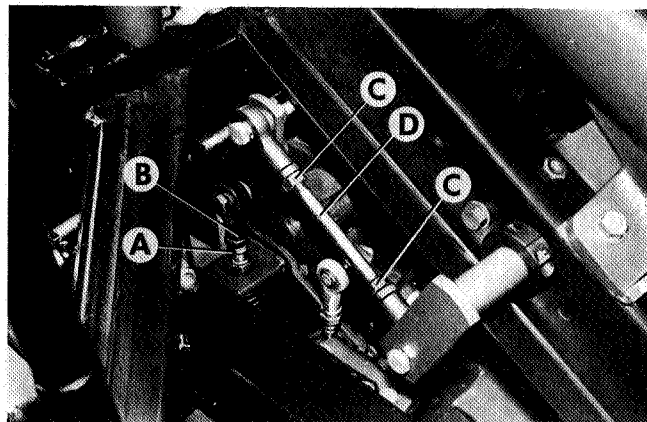

Abb.54
TRANSMISSION NEUTRAL RETURN (Figs.54 & 55)
2. Release the locknut (A Fig.54) at the rod end (B Fig.54) and turn the rod (A Fig.55) clockwise into the rod end if the wheels creep forward or anti-clockwise out of the rod end if the wheels creep backwards.
3. With the lever (C Fig.56) in the rearward position (transport) the footpedal should be resting on the lever to prevent the machine travelling in reverse. If this does not occur then a further adjustment should be made to the pedal linkage (Fig.54)
4. Release locknuts (C) and turn rod (D) (See Fig.54) until pedal rest on lever.
5. Re-tighten locknuts (C) after adjusting.
GETRIEBELEERLAUFSTELLUNG (Abb.54 & 55)
2. Gegenmutter (A Abb.54) am Stangenende (B Abb.54) lösen und die Stange (A Abb.55) bei Vorwärtsbewegung der Räder im Uhrzeigersinn in das Stangenende und bei Rückwärtsbewegung der Räder gegen den Uhrzeigersinn aus dem Stangenende heraus drehen. Gegenmutter (A) nach der Einstellung wieder festziehen.
3. Das Fußpedal sollte mit in die Rückwärtsposition (Transport) eingelegtem Hebel (C Abb.56) auf dem Hebel aufliegen, um eine Rückwärtsbewegung der Maschine zu vermeiden. Sollte das Pedal nicht auf dem Hebel aufliegen, ist eine weitere Nachstellung des Pedalgestänges (Abb.54) erforderlich.
4. Gegenmutter (C) lösen und Stange (D) (Siehe Abb.54) solange drehen, bis das Pedal auf dem Hebel aufliegt.
5. Gegenmutter (C) nach der Einstellung wieder festziehen.
RETOUR DE LA TRANSMISSION AU POINT MORT (Figs. 54 & 55)
2. Desserrez le contre-écrou (A Fig.54) à la tête de bielle (B Fig.54) et tournez la bielle (A Fig.55) dans le sens des aiguilles d'une montre dans la tête de bielle si les roues se déplacent vers l'avant ou dans le sens contraire hors de la tête de bielle si les roues se déplacent vers l'arrière. Resserrez les contre-écrous (A) après réglage.
3. Avec le levier (C Fig.56) en position arrière (transport) la pédale devrait s'appuyer sur le levier pour empêcher la machine de se déplacer en marche arrière. Dans le cas contraire alors un autre réglage sera nécessaire sur la timonerie de la pédale (Fig.54)
4. Desserrez les contre-écrous (C) et tournez la bielle (D) (Voir Fig.54) jusqu'à ce que la pédale soit contre le levier.
5. Resserrez les contre-écrous (C) après réglage.
TRANSMISSIE NEUTRAAL TERUGSTELLEN (Afb.54 & 55)
2. Draai de borgmoer (A Afb.54) aan het stanguiteinde (B Afb.54) los en draai de stang (A Afb.55) met de klok mee in het stanguiteinde wanneer de wielen naar voren kruipen. Als de wielen naar achteren kruipen moet de stang tegen de klok in uit het stanguiteinde gedraaid worden. Draai de borgmoeren (A) opnieuw stevig vast na het bijstellen.
3. Wanneer de hendel (C Afb.56) naar achteren staat (vervoer) moet het voetpedaal op de hendel rusten om te voorkomen dat de machine achteruit beweegt. Als dit niet het geval is moet de pedaalverbinding verder bijgesteld worden (Afb.54).
4. Draai de borgmoeren (C) los en draai de stang (D) (Zie Afb.54) totdat het pedaal op de hendel rust.
5. Draai de borgmoeren (C) opnieuw stevig vast na het bijstellen.